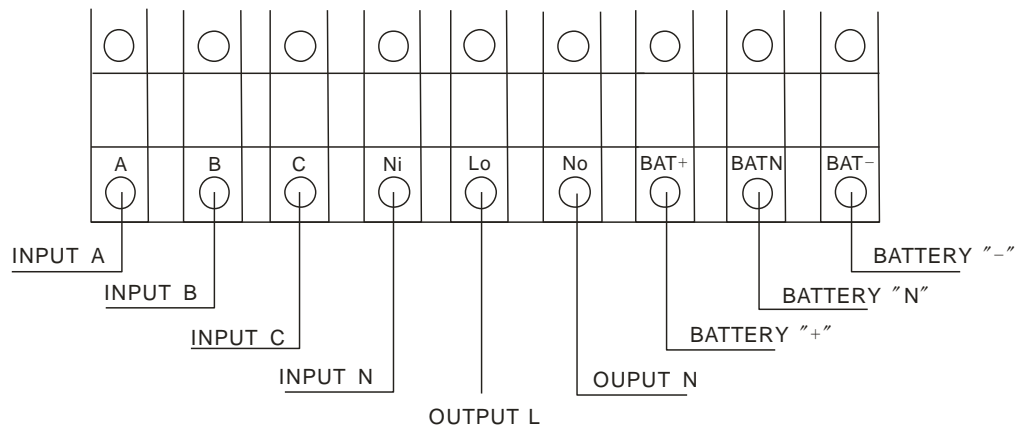

Fig. 5-3 10k/15k/20k Conexión de los terminales de entrada/salida
- 2) Retire la tapa de los terminales, véase la Fig. 5-3 y conecte los cables según corresponda.